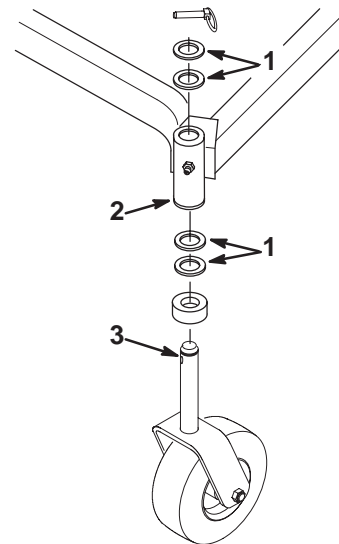

Figure 43
6. Pour changer l'inclinaison longitudinale, placez un nombre égal de rondelles de butée sur les chapes des deux roues pivotantes. Mettez les rondelles de butée en bas du tube de montage du bâti porteur pour relever l'avant de la tondeuse. Mettez les rondelles de butée en haut du tube de montage pour abaisser l'avant de la tondeuse (Fig. 43).
4. Pour changer l'inclinaison longitudinale, placez un nombre égal de rondelles de butée sur les chapes des deux roues pivotantes. Mettez les rondelles de butée en bas du tube de montage du bâti porteur pour relever l'avant de la tondeuse. Mettez les rondelles de butée en haut du tube de montage pour abaisser l'avant de la tondeuse (Fig. 43).